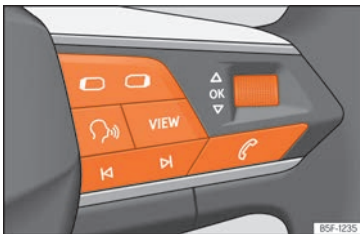

Abb. 70 Rechte Seite des Multifunktionslenkrads: Bedienelemente für die Menüs und Informationsanzeigen im Kombi-Instrument.
Solange eine Warnung der Priorität 1 vorliegt, »» Seite 81, kann auf kein Menü zugegriffen werden. Einige Warnmeldungen können bestätigt und ausgeblendet werden über die Taste **OK** am Multifunktionslenkrad »» **Abb. 70**.
- Falls eine Meldung oder das Fahrzeug-Piktogramm angezeigt wird, drücken Sie die Taste **OK** »» **Abb. 70**; ggf. mehrere Male.
- Zum Menüwechsel verwenden Sie die Tasten  oder  »» **Abb. 70**.
- Um das Menü oder die Informationsanzeige aufzurufen, die angezeigt wird, drücken Sie die Taste **OK** »» **Abb. 70** oder warten Sie einige Sekunden lang bis das Menü oder die Informationsanzeige automatisch geöffnet werden.
- Im angezeigten Menü, drehen Sie das rechte Rädchen am Multifunktionslenkrad »» **Abb. 70** bis der gewünschte Menüpunkt markiert ist. Der Menüpunkt wird umrahmt dargestellt.
- Drücken Sie die Taste **OK** »» **Abb. 70**, um die gewünschten Änderungen vorzunehmen. Eine Markierung zeigt an, dass die entsprechende Funktion bzw. das System aktiviert sind.
Drücken Sie die Taste  oder  »» **Abb. 70**.